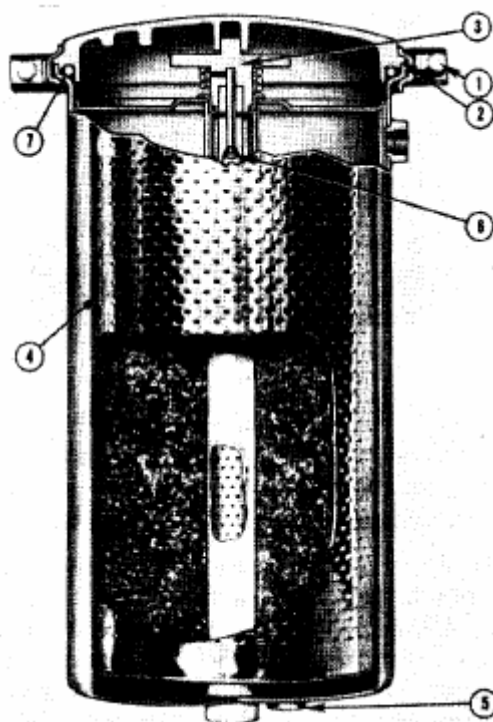
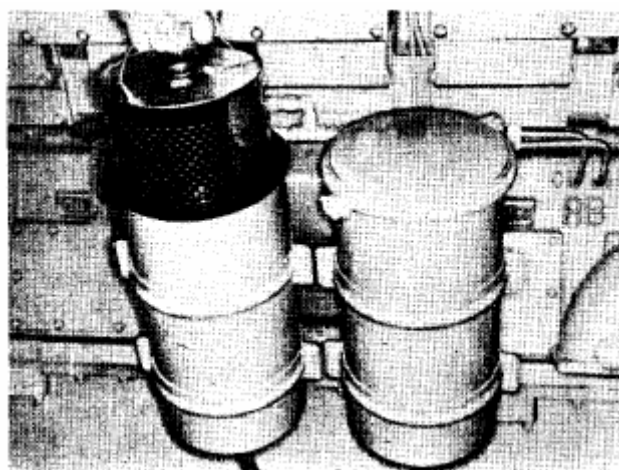

Рис.2-17. (V41906). Поперечное сечение обводного фильтра
Рис.2-18. (K21906). Установка фильтрующего элемента обводного фильтра.
1. Снимите сливную пробку (5, Рис. 2-17) и слейте масло
2. Снимите винт зажимного кольца (1) и поднимите вверх крышку.
3. Выверните опорный узел (3). Поднимите вверх элемент (4) и опорный узел. Извлеките элемент.
7. Проверьте состояние пробки отверстия (6), расположенной внутри выпуска масла. Продуйте его сжатым воздухом.
8. Проверьте состояние O - образной кольцевой прокладки (7) крышки фильтра. В случае обнаружения повреждений проведите замену.
9. Установите новый элемент в корпус . Рис.2-18